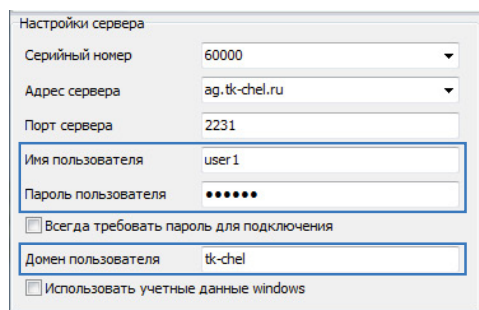

Рис.93. Доменная аутентификация от имени произвольного пользователя сети.
1. Для выполнения доменной аутентификации необходимо (Рис.93):